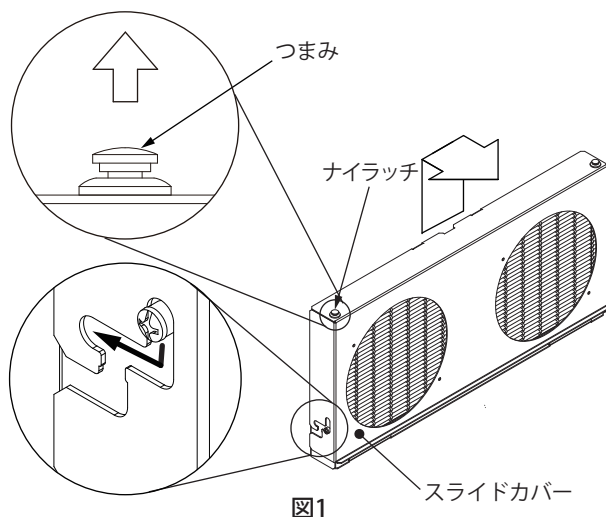

図1
1. スライドカバーのナイラッチつまみを「カチッ」と音がするまで持上げ、ロックを解除してください。(図 1)
2. スライドカバーを持上げ、そのまま手前に傾けて開いてください。(図 1)